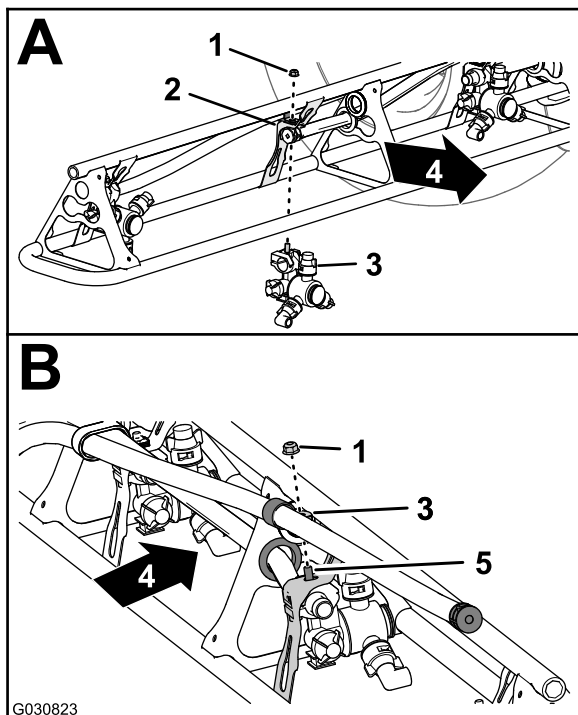

Figura 131
- Nas posições dos bicos 1 e 4, monte o bico do pulverizador na montagem do bico (A de Figura 131) com a porca de bloqueio flangeada (5/16 pol.) que retirou no passo 2 de Remoção dos bicos do pulverizador das secções de pulverização exterior (página 57).
- Nas posições dos bicos 2 e 3, monte o bico do pulverizador na montagem do bico (A e B de Figura 131) com a porca de bloqueio